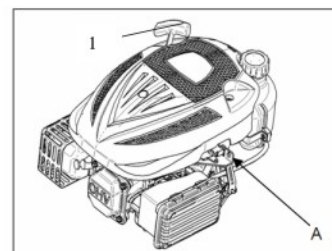

Abb. 3 A. Kabelöffnung
⚠️ VORSICHT: Jede weitere elektronische Zündung darf 10 Sekunden nicht überschreiten. Anderenfalls reduziert sich die Nutzungsdauer der Batterie. Es besteht Brandgefahr. Lassen Sie den Starter-Griff (1) nicht zurück gegen den Motor springen. Führen Sie den Griff langsam zurück, um Schäden am Anlasser zu vermeiden (Abb. 3).